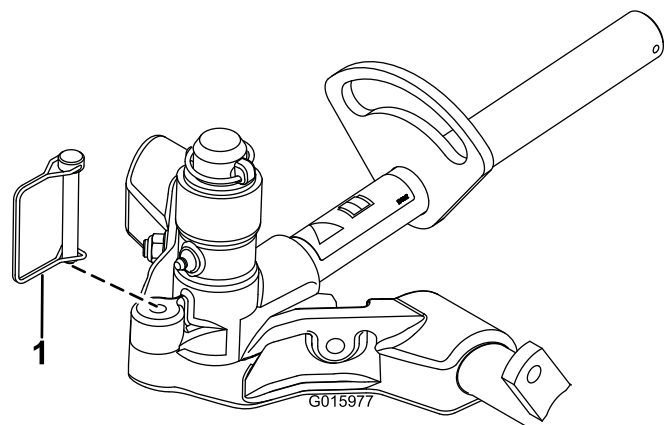

図 17
12. カッティングユニットが首振りしないように固定するには、スナッパピンを使ってピボットヨークをキャリアフレームに固定します 図 17。